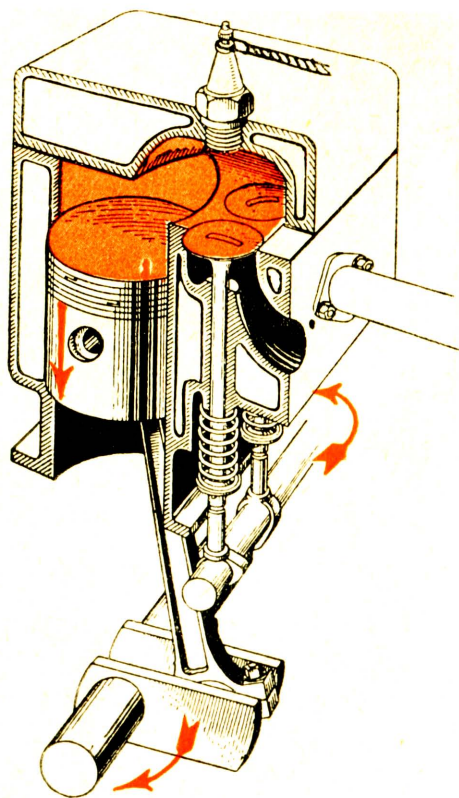

Рис. 6. Рабочий сув.
3. **Сує робочий (експансія).** Сила вибуху спихає толоч вниз, і за посередництвом хитуна обертає колінчастий вал так, що дальший оборот корбою є не потрібний (рис. 6). Толоч доходить до долішнього мертвого положення, а вихлипний хлипак відчиняється.